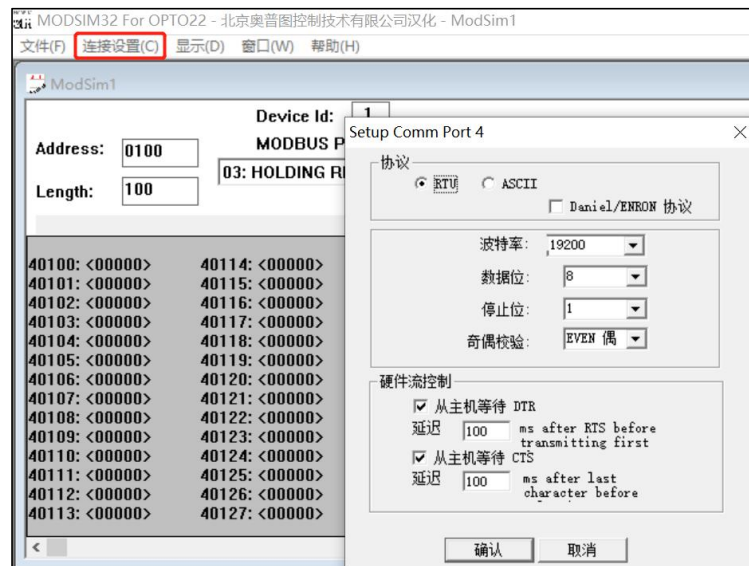

图 10 Modsim 调试助手
1) 选择连接设置--连接--端口 4 (端口根据设备管理器中的结果选择)，跳出最右侧“设置通讯端口”的窗口，如图 10 所示。